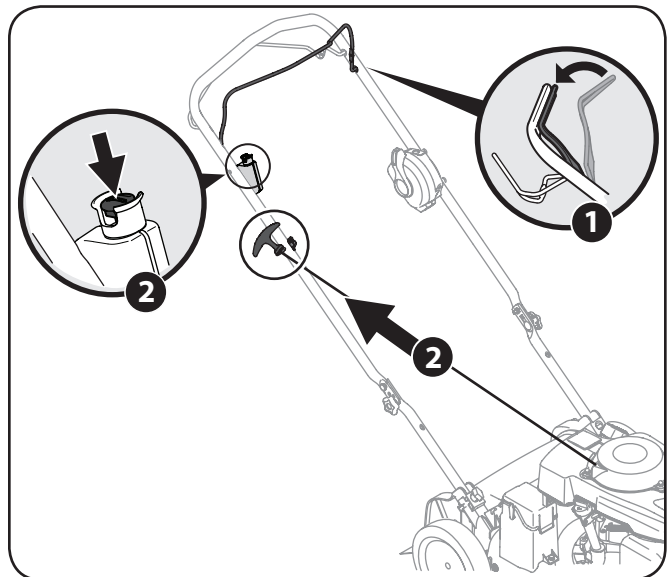

Figura 5-4
1. Colóquese detrás de la podadora, apriete la manija de control de la cuchilla y sosténgala contra la manija superior. Ver la Figura 5-4.
**Arrancador eléctrico:** Inserte la llave de empuje de plástico unido a la manija superior al botón de arranque hasta que encaje pulg. Presione el botón del motor de arranque para arrancar el motor. Vea la Figura 5-4.